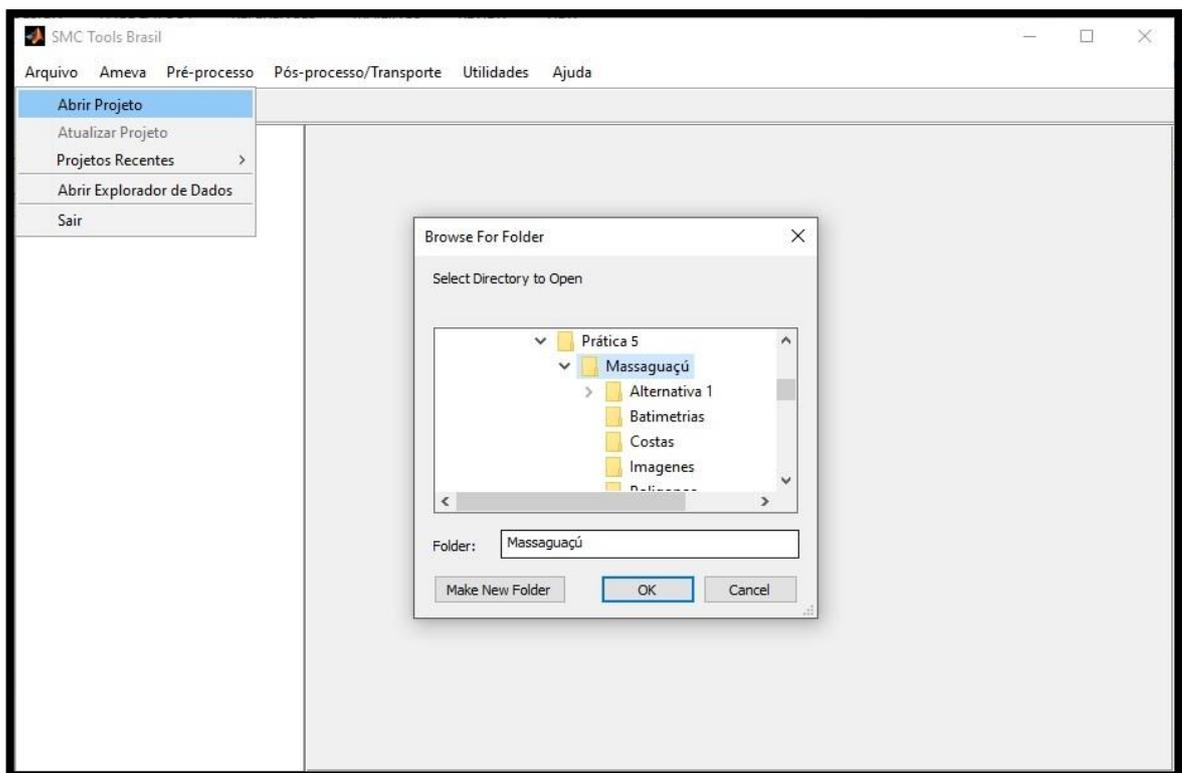

Figura 20 – Abrir projeto existente no SMC Tools.
21) No SMC Tools, clicar no botão “Arquivo” (Figura 20);
- 22) Selecionar "Abrir projeto". No explorador de diretórios, buscar o projeto **Massaguacu** onde foi salvo. Selecioná-lo e clicar em "OK" (Figura 20). A área de trabalho ficará cinza;